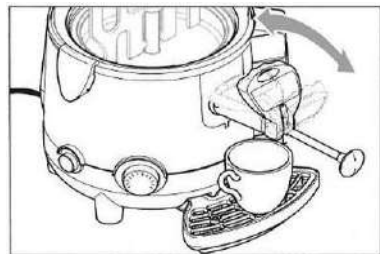

Abb. 11
1. Entleeren Sie den Behälter vor der Reinigung bei eingeschaltetem Gerät, indem Sie den Hebel des Ablasshahnes betätigen (Abb. 11).